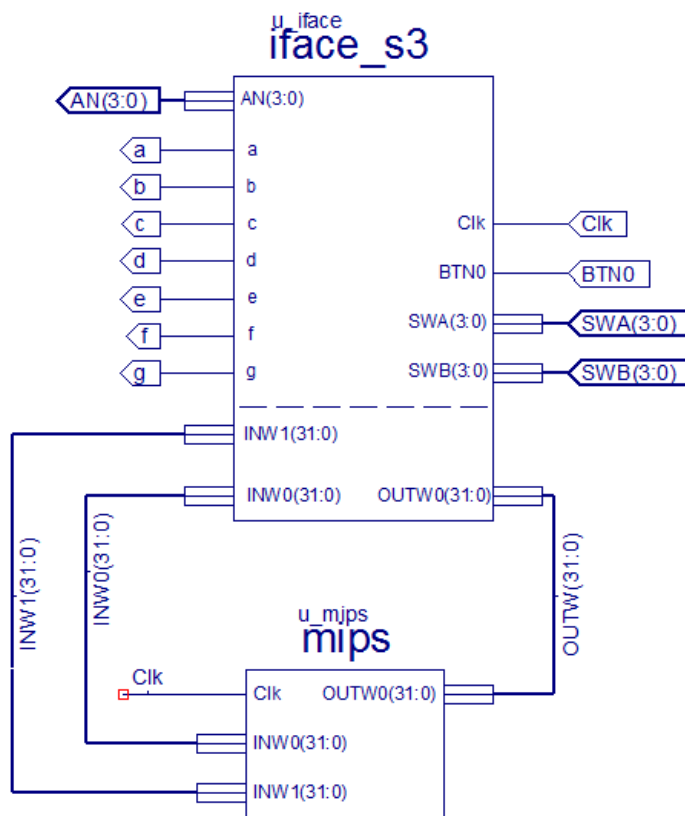

figura 2
- Pinii AN(3:0), a, b, c,..., g se folosesc pentru conectarea cu afișajul multiplexat. Nu trebuie să știți cum funcționează afișare. Este suficient să faceți conexiunile ca în figura 2. Veți învăța modul de funcționare al afișorului în semestrul următor.